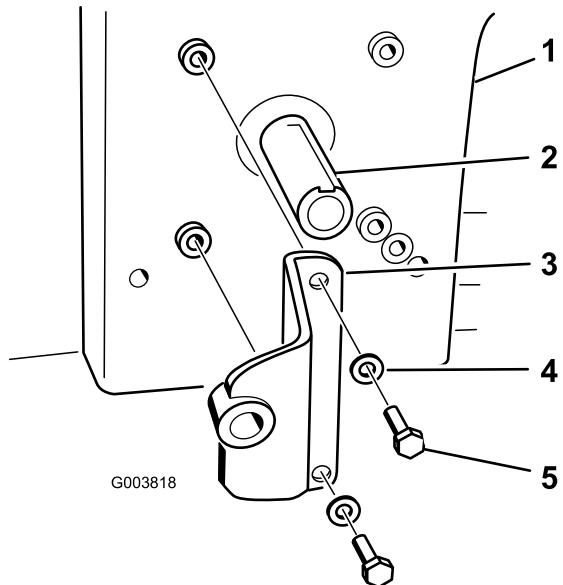

Figura 19
4. Instale o suporte da bomba no motor com dois parafusos (5/16" x 3/4") e duas anilhas (3/8"). Consulte Figura 19 para obter a posição correta para instalar o suporte da bomba.